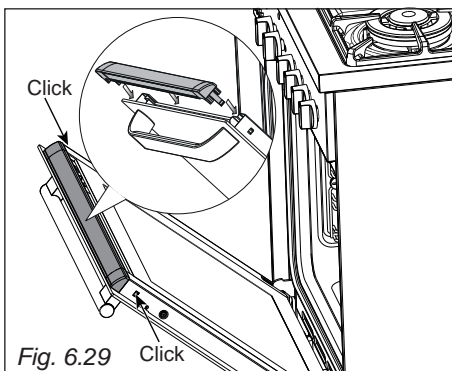

Fig. 6.29 Click
- Premere leggermente il profilo superiore verso la porta per agganciarlo in posizione. Si dovrà udire il click di aggancio delle due alette (fig. 6.29). Prestare particolare attenzione a rimontarlo correttamente: nel verso corretto la parte ribassata è rivolta verso l'interno del forno.